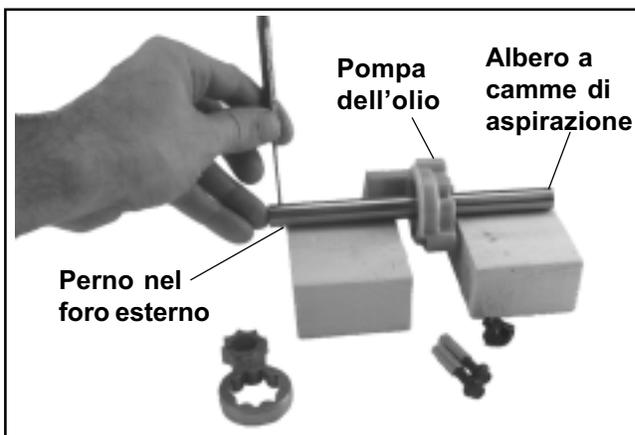

Figura 10-5. Installazione di pompa dell'olio e perno inferiore sull'albero a camme di aspirazione.
1. Se il gruppo pompa dell'olio era stato smontato dall'albero a camme di aspirazione, reinstallarlo sull'albero. I fori per il perno guida sono lavorati per un certo gioco su un lato e per il fissaggio a pressione sull'altro. Sorreggere l'albero a camme con i fori per il gioco in alto ed inserire il perno corto di diametro **2,5 mm (0.098 in.)** nel foro **esterno**, quello più in basso. Vedere Figura 10-5 e 10-6. Centrare il perno nell'albero.